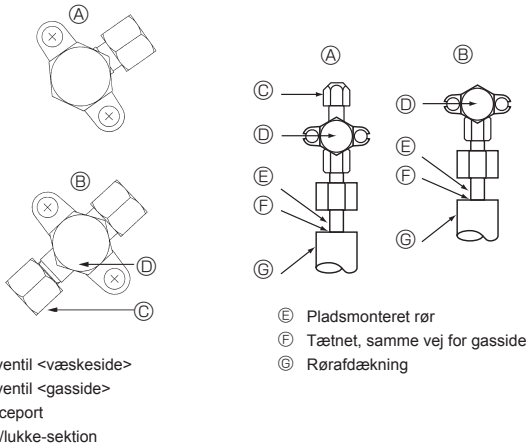

Fig. 4-5
4.4. Metode til lufttæthedstest for kølemiddelrør (Fig. 4-5)